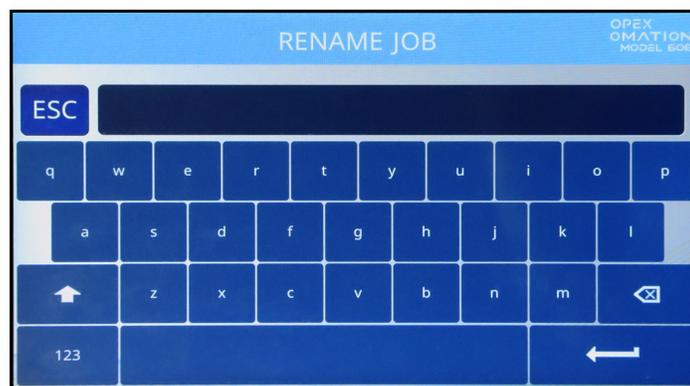

Abbildung 6-11: Bildschirm „Auftrag umbenennen“
2. Tippen Sie auf einen Auftrag, um ihn auszuwählen. Der Bildschirm **RENAME JOB (AUFTRAG UMBENENNEN)** wird angezeigt (Abbildung 6-11).